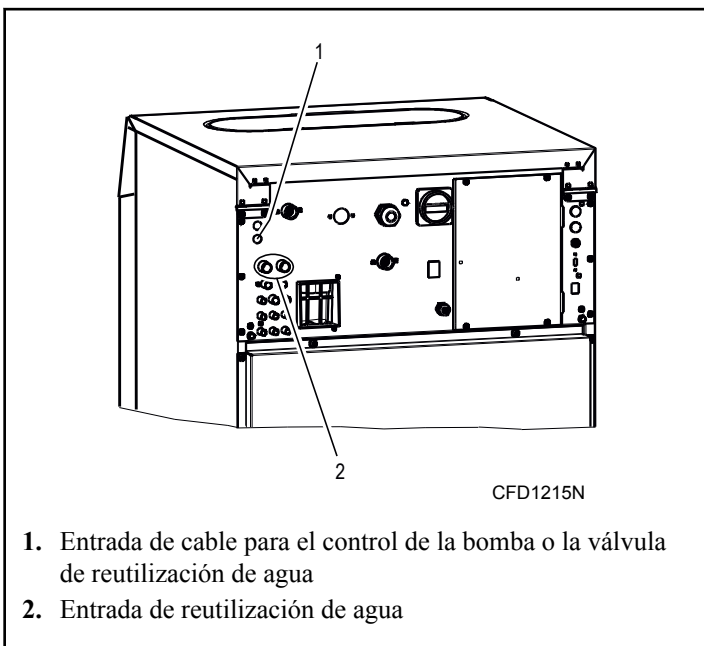

Figura 22
1. Perfore las pantallas protectoras de la entrada de reutilización de agua usando una broca de 15 mm [0,59 pulg.] de diámetro. Consulte *Figura 22*.
3. Ajuste un buje de cable a la abertura, y pase el cable a través del buje. Consulte *Figura 22*.